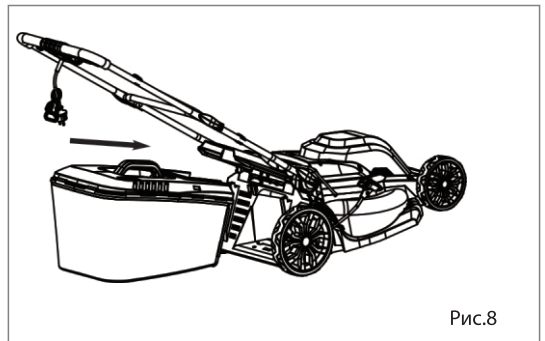

Рис.8
2. После сборки травосборника, поднимите крышку и закрепите корзину на 2-х крюках. Расположите крышку на корзине. Рис. 8.